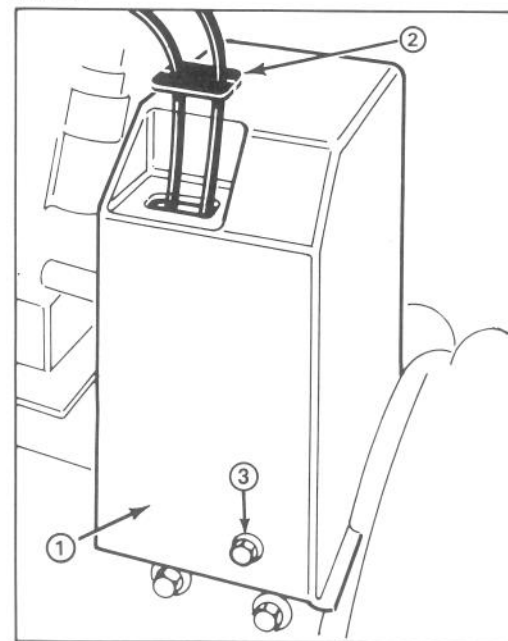

Figure 3
à collerette de  $\frac{1}{4}$ -20 x  $\frac{1}{2}$ " de long (fig. 3).
9. Faites passer le protège-câble sur les câbles et par l'orifice que présente le couvre-courroie (fig. 3).